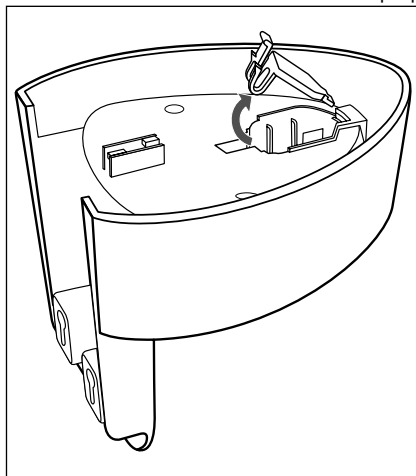

Fig. 1
- Certifique-se de que não existe um condutor de corrente, ou outros condutores ou tubos, na parede onde deseja efetuar os furos para o suporte de parede ❸. Existe perigo de morte caso perfure um cabo condutor de corrente!
- 1) Coloque a ficha fêmea ❺ da fonte de alimentação ❹ no suporte de parede ❸, conforme ilustrado na figura abaixo:
- Abra a tampa pequena (fig. 1).